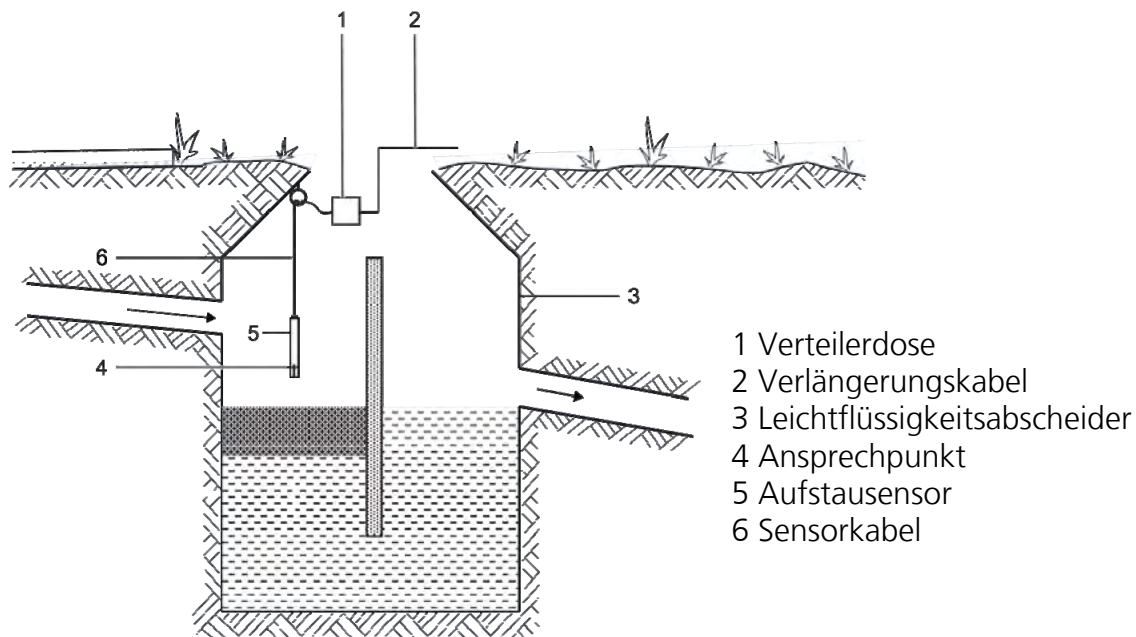

Abbildung 6: Installation der Aufstausensoren
Der Aufstausensor wird an seinem Kabel (6) so in den Leichtflüssigkeitsabscheider (3) gehängt, dass er sich nicht im Zulaufbereich des Abscheiders befindet, wo eine erhöhte Gefahr der Verschmutzung oder Störung durch spritzende Flüssigkeit besteht (siehe Abbildung 6: Installation der Aufstausensoren). Befestigungsart und -materialien sind von den örtlichen Errichtungsvorschriften und dem Material des Abscheiders (Beton, Kunststoff, Metall etc.) abhängig.